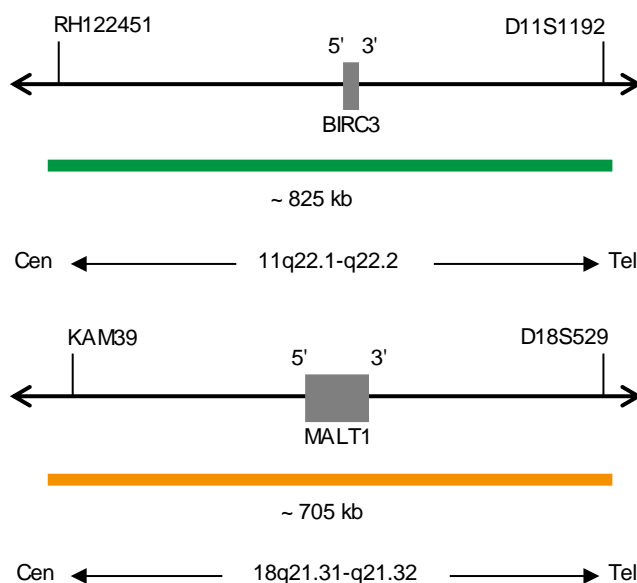

Fig. 1: In alto: Mappa della sonda SPEC BIRC3. In basso: Mappa della sonda SPEC MALT1 (non in scala)
- Polinucleotidi (~12.0 ng/ $\mu$ l) marcati con ZyGreen (eccitazione 503 nm/emissione 528 nm), le cui sequenze target mappano in 11q22.1-q22.2\* (chr11:101,756,072-102,581,817) in cui è localizzato il gene BIRC3 (vedere Fig. 1).
- Polinucleotidi (~6.0 ng/ $\mu$ l) marcati con ZyOrange (eccitazione 547 nm/emissione 572 nm), le cui sequenze target mappano in 18q21.31-q21.32\* (chr18:56,021,766-56,724,408) in cui è localizzato il gene MALT1 (vedere Fig. 1).